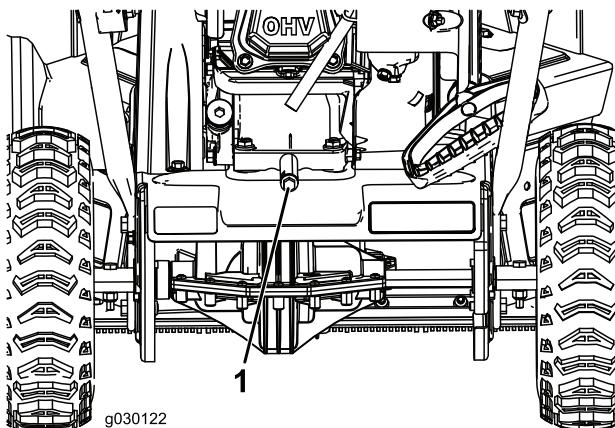

Figura17
2. Plasați o tavă de golire a uleiului sub bușonul de golire a uleiului, scoateți bușonul de golire a uleiului și înclinați mașina în spate și scurgeți uleiul uzat în tava de golire a uleiului (Figura17).